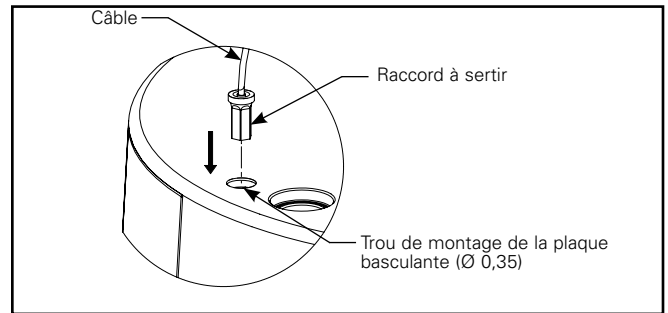

Figure 3.1.
- A. Insérez le câble métallique avec l'écrou à sertir dans le trou (0,89 cm [0,35 po]) du couvercle supérieur du concentrateur (figure 3.1).